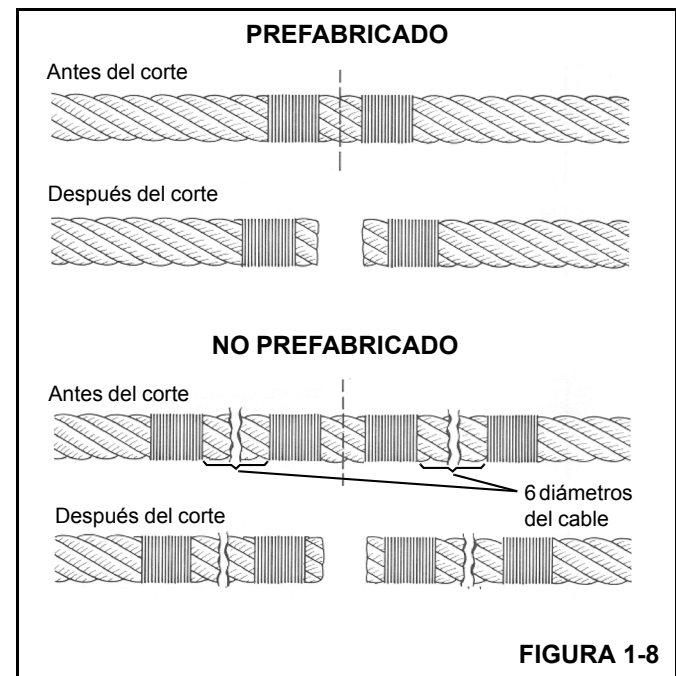

FIGURA 1-8
**NOTA:** Los cables no prefabricados deben tener dos sujeciones ubicadas en cada lado del corte (Figura 1-8).